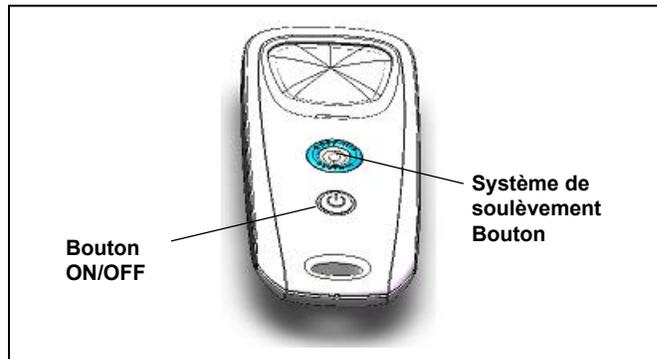

Figure 20. Télécommande 9500 Sport/P95
Appuyer sur  (voir Figure 20) pendant 3 secondes.
- Pour faire sortir le robot de l'eau à l'aide de la télécommande, appuyer sur  (voir Figure 20).